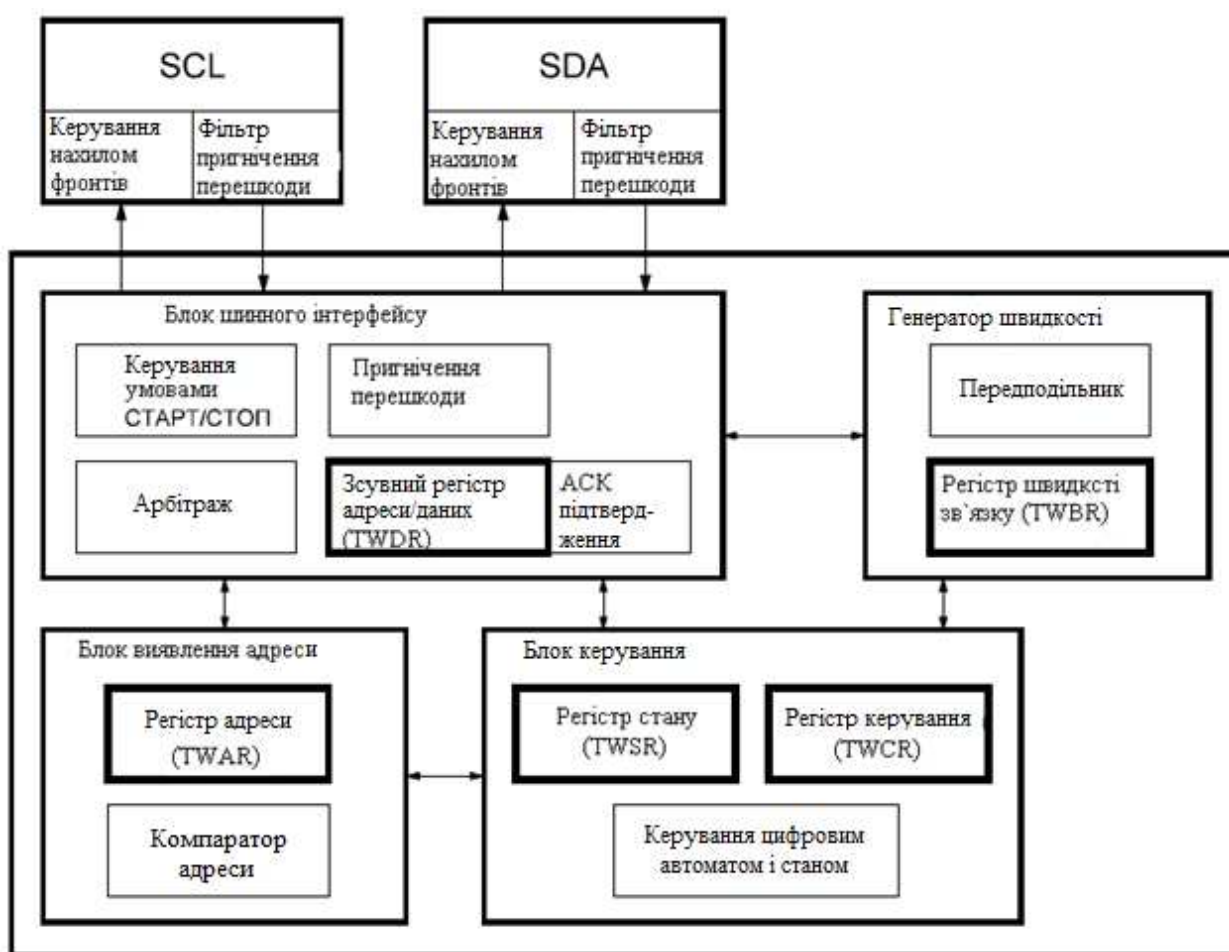

Рисунок 2.6 – Функціональна схема модуля TWI
1. Скласти схему рис. 2.6 у середовищі Proteus.
Функціональна схема модуля TWI показана на рис. 2.6.